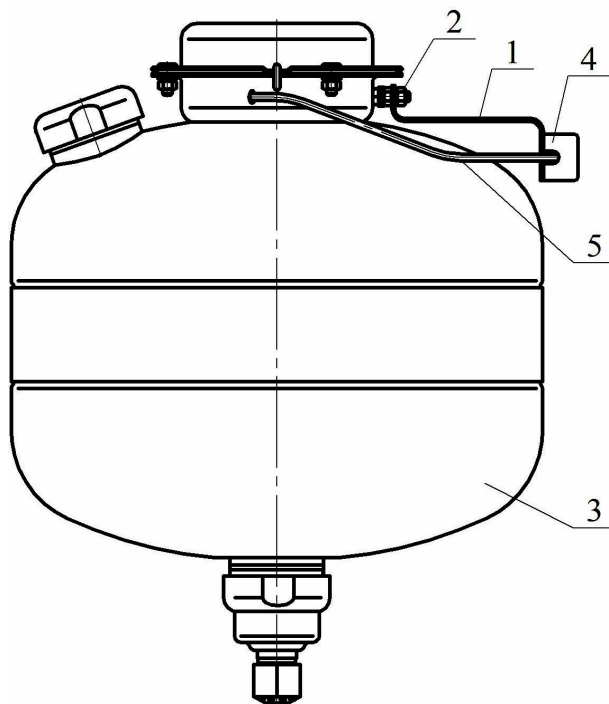

Рисунок 2
ж) по заявке Потребителя (см. рисунок 2):
4.1.2 Для удобства монтажа по заявке Потребителя МУПТВ может быть дополнительно укомплектован коробкой монтажной огнестойкой КМ-О 4(к)-IP41-s с кронштейном для монтажа ее на корпусе модуля (см. рисунок 2). В данном случае на кронштейне 1, закрепленном гайкой 2 на фланце МУПТВ 3, установлена коробка монтажная 4. Выводы элемента электропускового 5 ИХГ, вставленные в трубку ПВХ, соединены с коробкой монтажной 4. Соединение МУПТВ с пусковой цепью производится согласно утвержденному проекту.